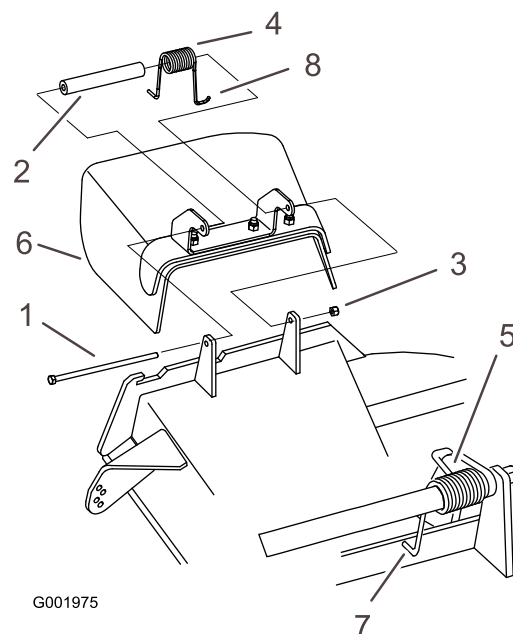

Figura 88
1. Retire la contratuerca, el perno, el muelle y el espaciador que sujetan el deflector a los soportes de pivote (Figura 88).
Nota: Asegúrese de colocar 1 extremo en J del muelle detrás del reborde de la carcasa antes de instalar el perno, según se muestra en Figura 88.
6. Coloque 1 extremo en J del muelle alrededor del deflector de hierba (Figura 88).